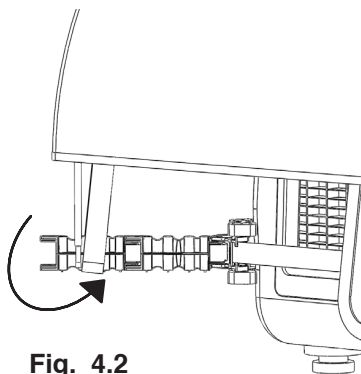

Fig. 4.2
- c. Faites glisser un élastique d'angle sous l'extrémité du bras d'extension et placez-le derrière les tiges du cadre. (plus près du générateur que les Frame Rods) (Fig. 4.2)